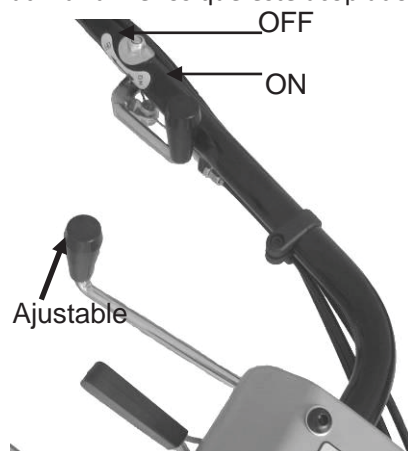

Figura 25
● El accesorio empieza a trabajar cuando la palanca está en la posición de ON al mismo tiempo que deja de funcionar cuando la palanca está en la posición de OFF. Ver figura 25.
2. Gira la palanca a la posición ON. Figura 25.
podrá acoplar los accesorios. Si los accesorios no pueden girar, por favor mueva el interior del perno. Cuando el mango está en posición "OFF", las partes móviles de los accesorios no pueden girar. Si se puede girar, por favor gire el perno hacia fuera. Ver figura 25
7. Coloque la palanca del embrague de salida en la posición "NO". Figura 25